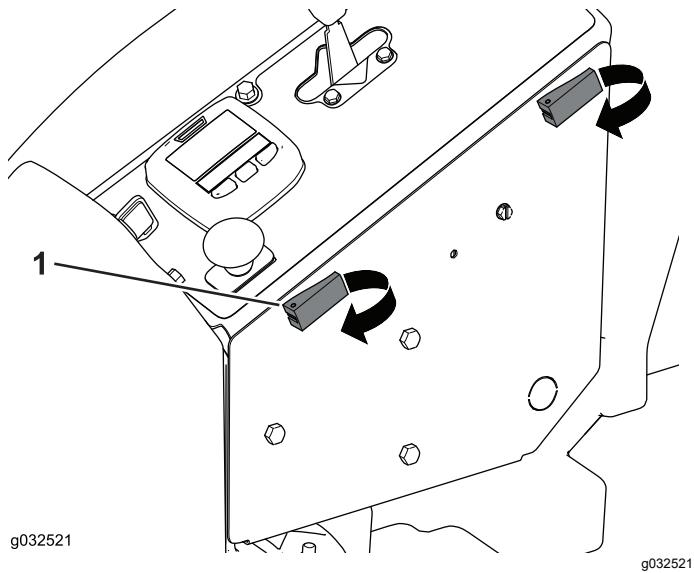

Figura 40
1. Gire los cierres de expansión y abra el compartimiento de controles del operador (Figura 40).